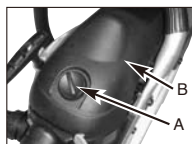

Fig. 15A
- Fjern knappen (A), som holder luftfilterdækslet på plads, fjern topdækslet (B) ved at løsne skrueerne. Dækslet tages af. (Fig.15A)